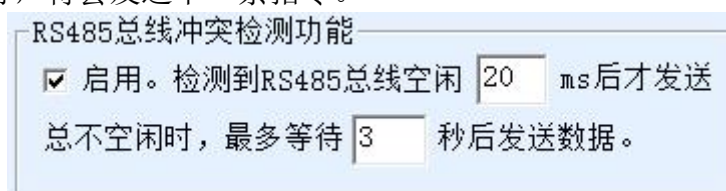

图 41 RS485 防冲突空闲时间
1. 图 41 所示为“RS485 总线防冲突时间”，一般可以设置为参数配置界面右下角的“数据包间隔”的两倍，但是最小不能小于 20。
此时需要注意的是需要将图 41 所示为“RS485 总线防冲突时间”和图 40 所示为“RS485 指令应答超时时间”的两个勾去掉。否则无法实现上述转发功能。